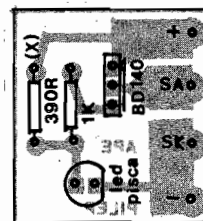

Fig.5
- **FIG. 5 - CHAPEADO DA MONTAGEM** - A plaquinha de Circuito Impresso agora é vista pelo seu lado **não cobreado**, ainda em tamanho natural (para facilitar ao máximo a interpretação...). As 4 peças do núcleo do circuito